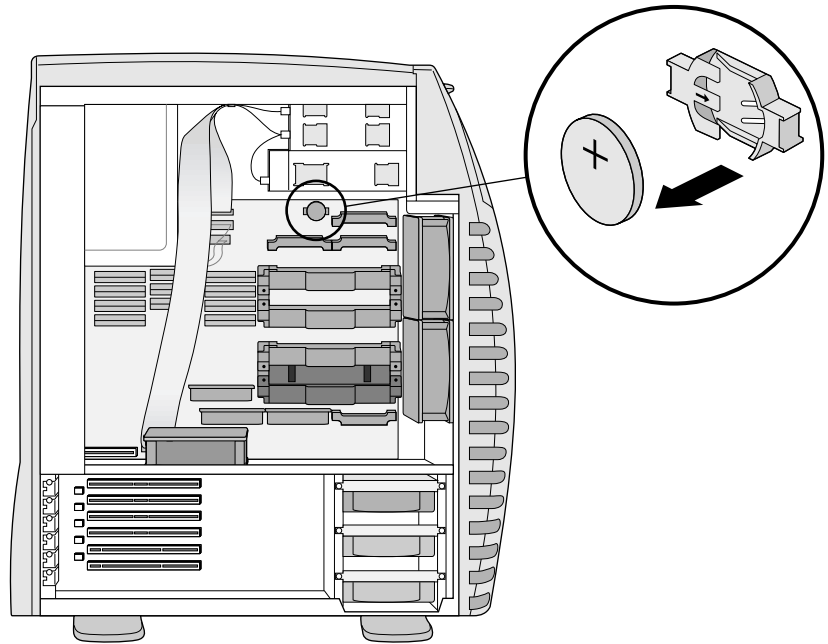

図 7-9 バッテリーの位置
1. バッテリーの後ろに親指の爪を掛けて、手前に引くと、バッテリーが外れます (図 7-9)。